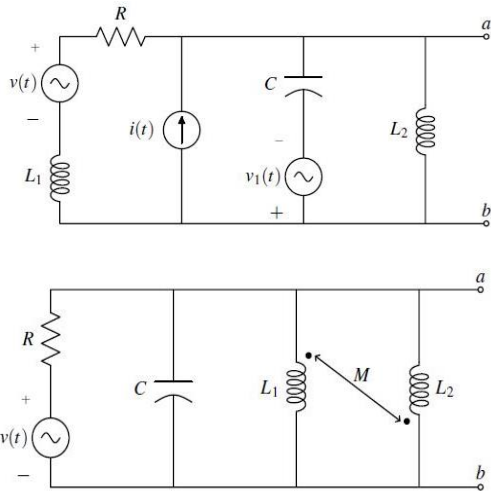

Figura 2: Circuitos del numeral 2.2
2.2. Determinar, empleando Millman, el fasor V_{ab} para las dos configuraciones mostradas en la figura 2. Nótese que todas las excitaciones son sinusoidales de la misma frecuencia angular. Sugerencia: Transforme la fuente de corriente en paralelo con L_2 en una fuente de tensión en serie con la impedancia correspondiente a L_2 , y determine la impedancia equivalente de las inductancias acopladas.